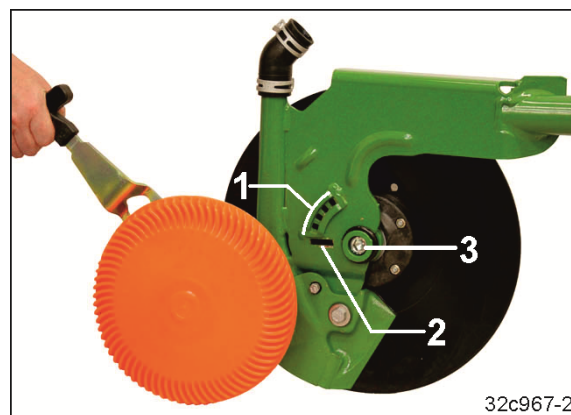

Рис. 153
1. Насадите диск сошника на замок (Рис. 153/3). При этом выступ заходит в прорезь (Рис. 153/2) корпуса сошника.
2. Передвиньте диск сошника в прорези (Рис. 153/2) так, чтобы диск зафиксировался в замке. Легкий удар по центру диска облегчит фиксацию.
3. При помощи рычага вытяните выступ из прорези и дайте ему зафиксироваться в фиксаторе (Рис. 153/1).